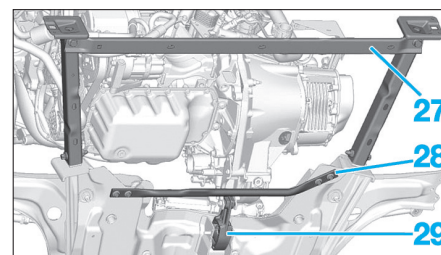

Fig. 79
- Déposer la cassette de refroidissement (26).
- le contre-cadre avant (27) (Fig.79),